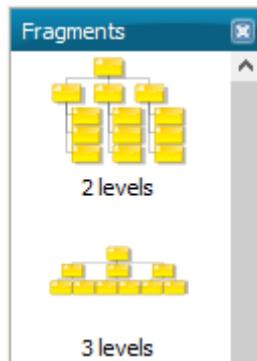

Рисунок 1.13
12. Панель «Fragments», находящаяся под панелью «Symbols», содержит группы объектов, которые могут быть использованы при построении моделей (рисунок 1.13). Данные фрагменты могут быть созданы пользователем, а их набор также зависит от вида создаваемой модели.